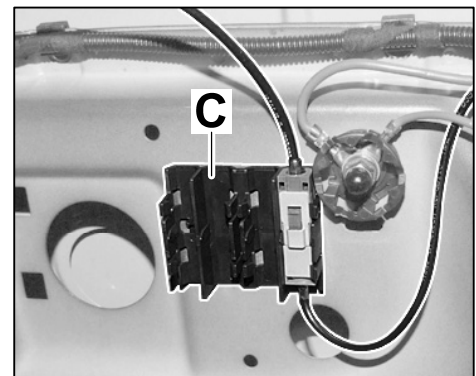

Bild 14
- 4.8 Antennenleitung lang und Antennenleitung zusammenstecken und in Halter Trennstelle ⇒ **Bild 14 -C-** clipsen.